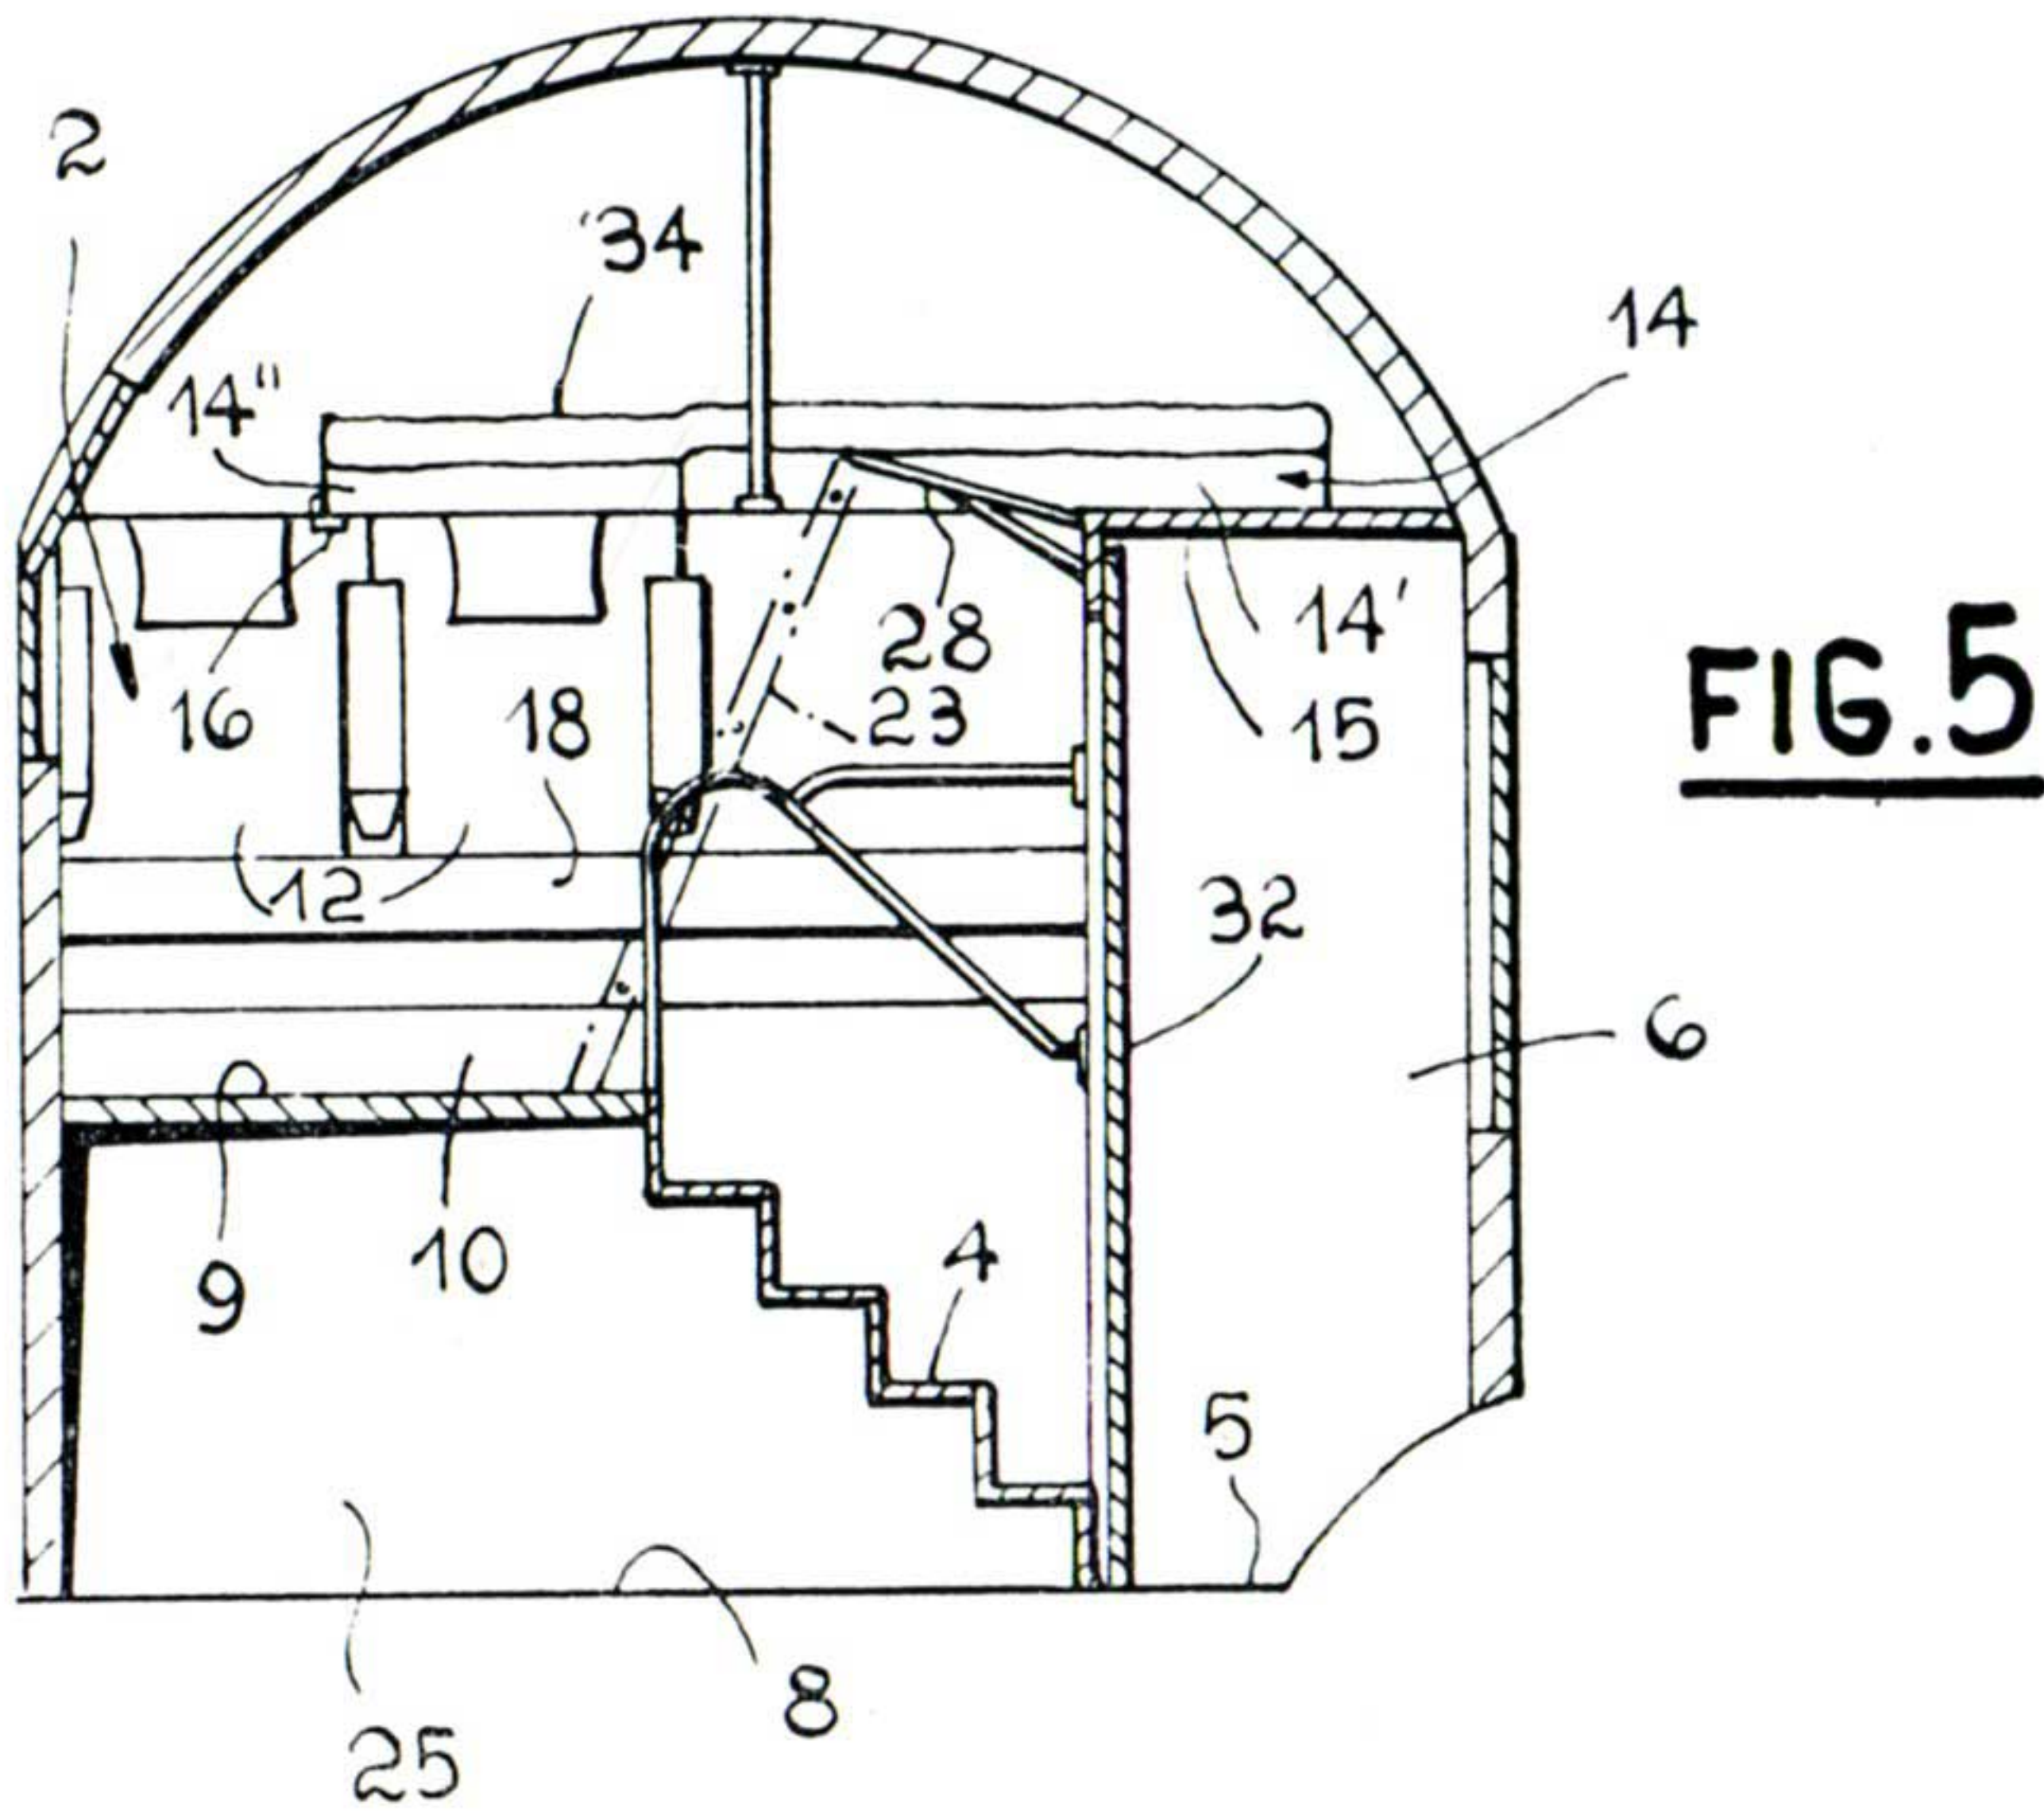

FIG. 5
Le voyageur qui se trouve dans le couloir (6) de la figure 5 franchit la porte coulissante (32) avant de monter par l'escalier (4) qui donne accès à chaque compartiment supérieur (2).
La couchette supérieure n'est pas exactement au-dessus de la couchette inférieure correspondante; elle se trouve plus près de la cloison, ce qui permet l'usage d'une échelle inclinée pour y avoir accès, (23) de la fig. 2; de plus transversalement elle est décalée vers le couloir, en partie au-dessus de celui-ci (voir 14 et 14' de la fig. 5).
Aux compartiments supérieurs, les valises peuvent se placer en utilisant les échelles citées plus haut, au-dessus du couloir et de l'escalier d'accès — voir (23) de la fig. 5; de petits paquets peuvent être placés entre la cloison et la banquette supérieure.